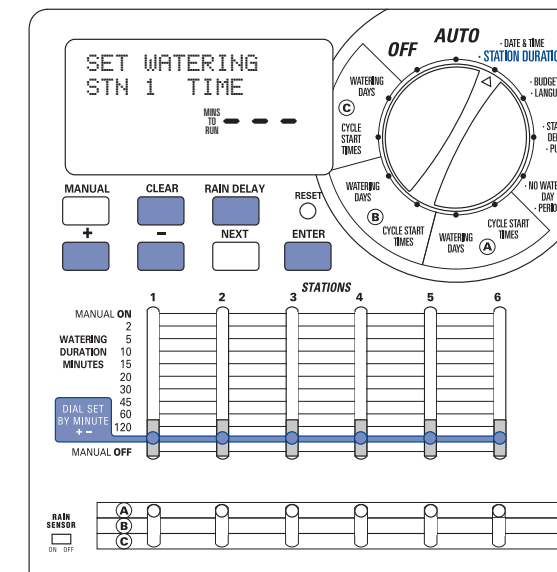

Abbildung 11: „Dial Set By Minute“ (Drehregler nach Minute einstellen)
- Schalter „**Watering Duration Slide Switch**“ (Bewässerungsdauer) bei jeder Station auf **DIAL SET BY MINUTE** (durch weißen Balken gekennzeichnet) einstellen. [Siehe Abbildung 11]